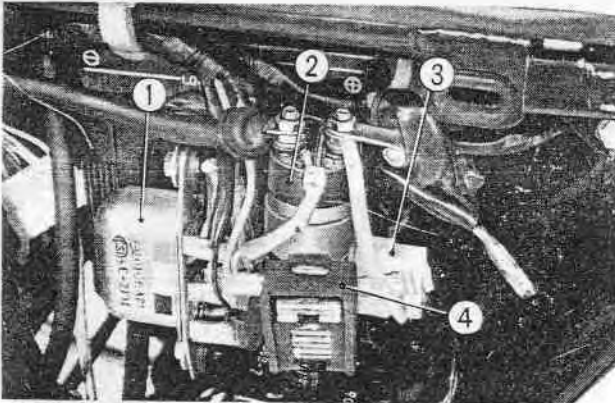

Fig. 16-27 ① Régulateur
9. Déposer le couvercle de batterie et enlever les éléments suivants: régulateur, relais magnétique de démarreur, raccord de redresseur, boîtier de fusibles et le relais clignoteur. (Fig. 16-27)